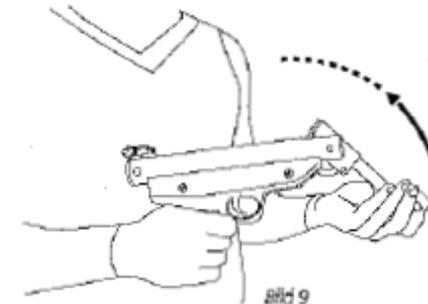

Bild 9
- Heben sie den Lauf nach dem Laden wieder an und schliei3en Sie die Waffe. (Bild 9)